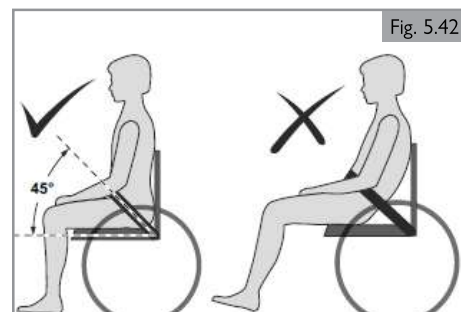

Fig. 5.42
3. En général, la ceinture de sécurité doit être à un angle d'environ 45° (Fig. 5.42), et quand elle est correctement ajustée, elle doit empêcher l'utilisateur de glisser dans le siège.